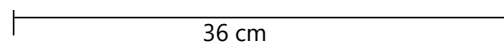

Bild 1: Wandhalter
2. Wandhalter (Bild 1) mit geeigneten Schrauben und ggf. Dübeln waagrecht an der Wand befestigen.